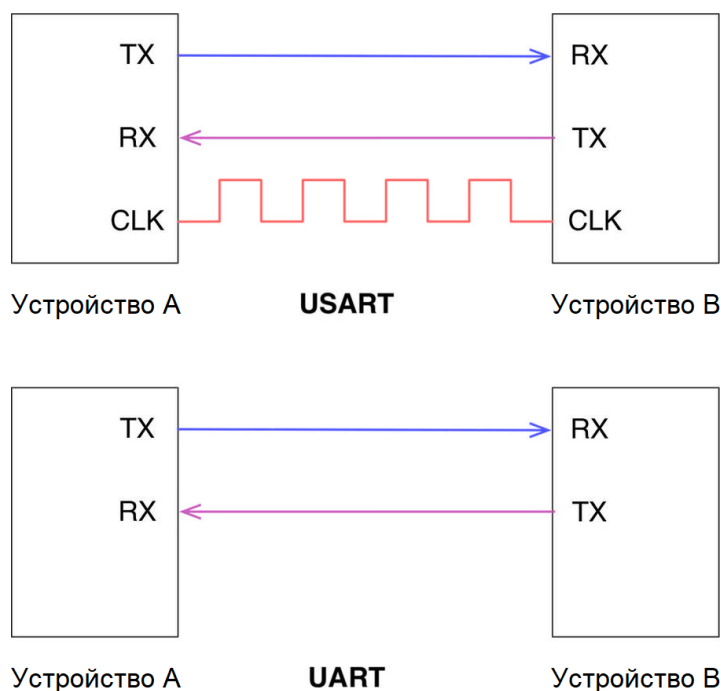

Рисунок 3: Разница в сигналах между USART и UART
Интерфейс *универсального синхронного приемопередатчика* – это устройство, способное передавать слово данных последовательно с использованием двух I/O, один из которых выступает в качестве передатчика (TX), а другой – в качестве приемника (RX), плюс один дополнительный вывод в качестве линии синхронизации, в то время как *универсальный асинхронный приемопередатчик* использует только два вывода RX/TX (см. **рисунок 3**). Традиционно мы ссылаемся на первый интерфейс термином **USART**, а на второй – **UART**.